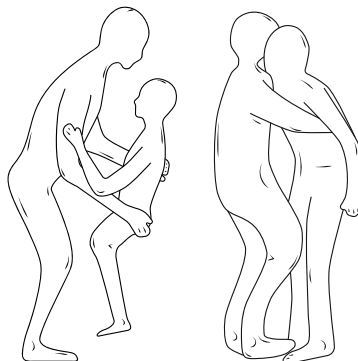

Fig. 1 Formas de sostener al usuario
- colocar al usuario en el dispositivo (ver rys. 1),
- extraiga al usuario del dispositivo (Fig. 1).